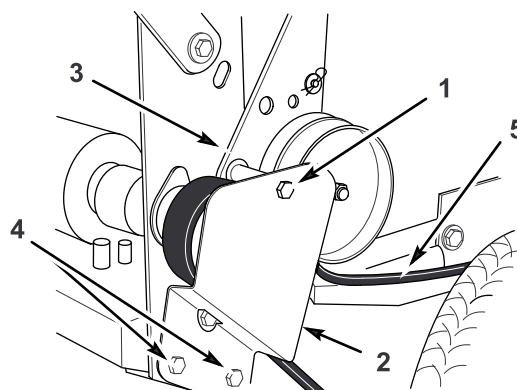

Figura 42
2. Retire el perno superior que sujeta los soportes de la polea tensora al bastidor trasero (Figura 42).
3. Afloje los dos tornillos de montaje inferiores según sea necesario para que la correa pueda pasar entre la polea de transmisión y el soporte de la polea tensora (Figura 42).
6. Coloque el perno superior que sujeta los soportes de la polea tensora al bastidor trasero (Figura 42).
7. Apriete los dos tornillos de montaje inferiores según sea necesario para que la correa pueda pasar entre la polea de transmisión y el soporte de la polea tensora (Figura 42).